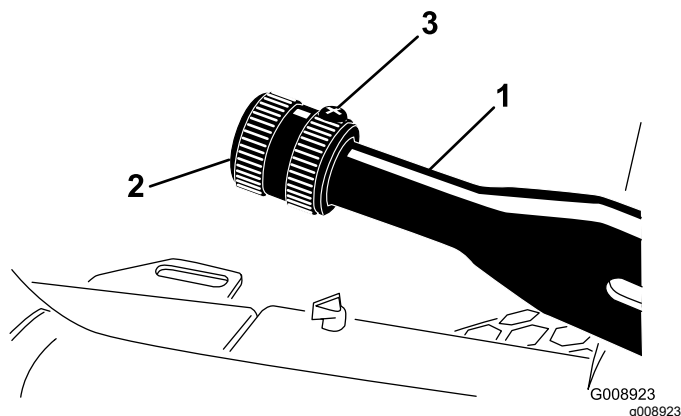

Figura 75
2. Desaperte o parafuso de afinação que fixa o manípulo à alavanca do travão de estacionamento (Figura 75).